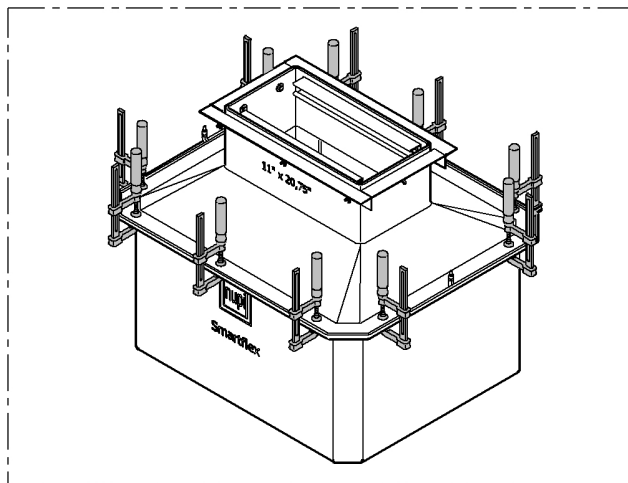

Fig. 3
- Bloquear os dois componentes do escoadouro com 10 grampos (3 em cada lado mais comprido e 2 em cada lado mais curto). (Fig. 3)